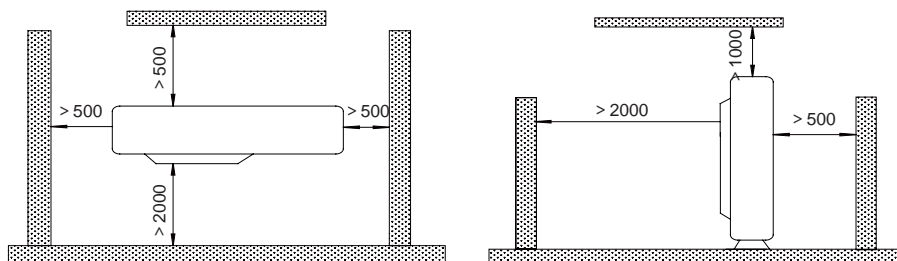

Fig.3
- (1). Instalați unitatea de exterior într-un loc unde nu va fi expusă murdăriei sau umezelii pe cât posibil
- (2). Instalați unitatea de exterior acolo unde este convenabil pentru a fi legată de unitatea de interior.
- (3). Instalați unitatea de exterior acolo unde apa condensată poate să se scurgă nestingherită pe durata operației de încălzire.
- (4). Nu puneți animale sau plante în calea aerului cald.
- (5). Luați în considerare greutatea aparatului de aer condiționat și alegeți un loc unde nivelul de zgomot și vibrație este mic.
- (6). Instalați unitatea de exterior acolo unde greutatea unității poate fi suportată și se generează un nivel de zgomot și vibrație cât mai mic posibil.
- (7). Asigurați spațiul așa cum este prezentat în Fig. 3, astfel încât fluxul de aer să nu fie blocat. De asemenea, pentru o funcționare optimă, lăsați deschise trei din patru direcții ale construcțiilor periferice.